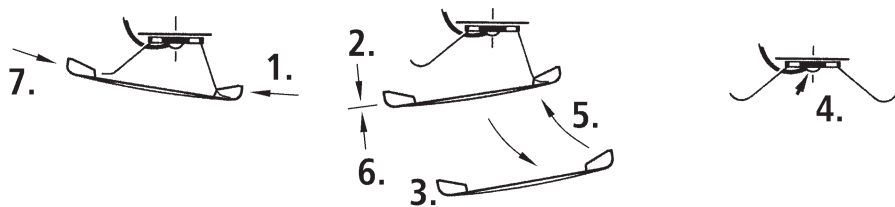

Fig. 10
**4. Kohlebürstenwechsel:** Lokgehäuse abnehmen (Fig. 5). Danach wird der Motor ausgebaut und die Kohlebürsten ausgewechselt (Fig. 10).
**4. Carbon Brush Changing:** First remove loco body (fig. 5), and then the motor (fig. 10).